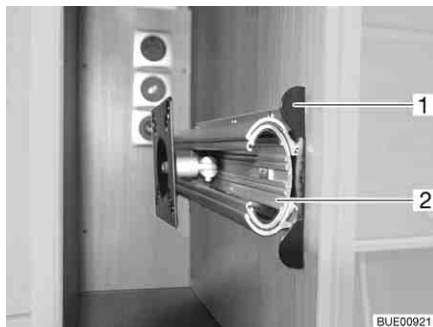

Fig. 72 Support dans le meuble de télévision
- Enfoncer la barre de déverrouillage (Fig. 72,1).
- Faire entièrement sortir la rallonge (Fig. 72,2).
- Faire coulisser la rallonge (Fig. 72,2) jusqu'à ce que la barre de déverrouillage (Fig. 72,1) s'encliquette.